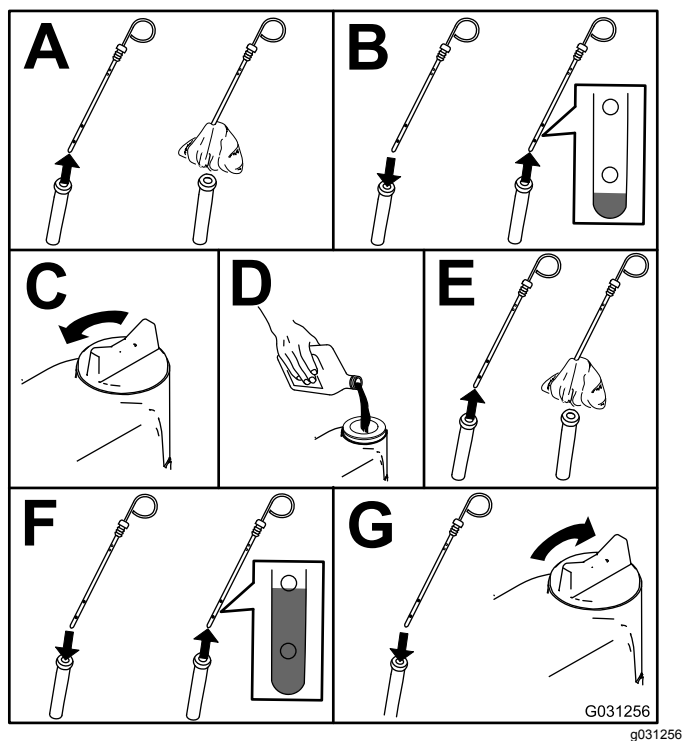

Рисунок 73
2. Проверьте уровень масла в двигателе (Рисунок 73).